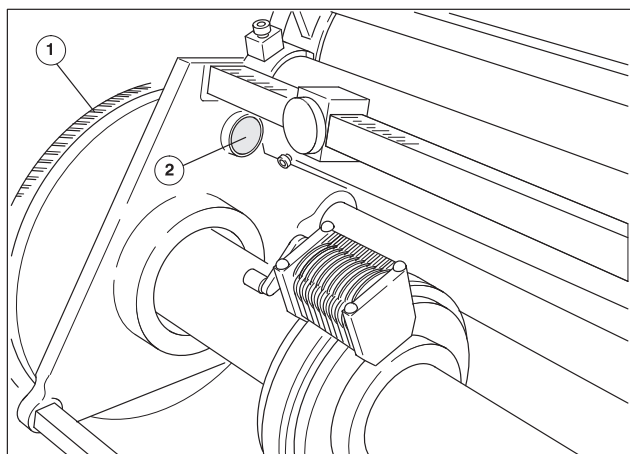

Рис. 12
- ① Латунный винт (Рис. 12/②) повернуть назад до упора.
- ② Поворачивать приводную шестеренку (Рис. 12/①), пока защелка шестерни не войдет в гнездо.